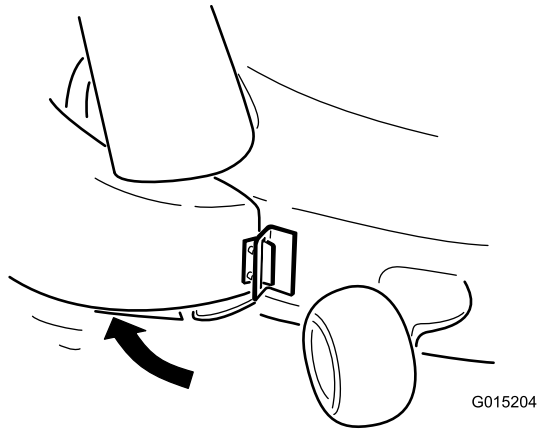
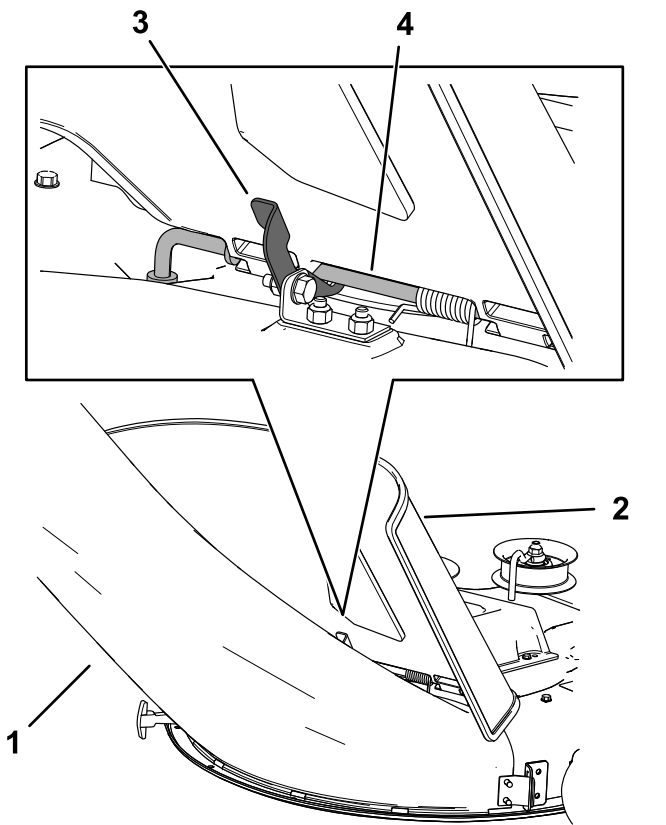

Bild 15
Bild 16
- Haken Sie oben am Auswurfkanal den hakenförmigen Riegel um die Gelenkstange des Ablenblechs (Bild 15 und Bild 16).